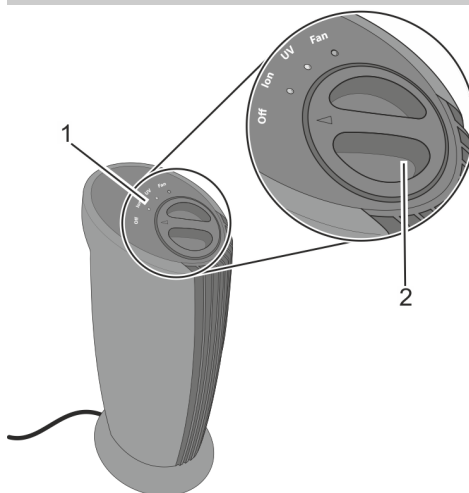

Fig. 3: Arrêt-marche des différentes fonctions
Cet appareil est équipé d'un générateur d'ions, d'une lampe UV-C et d'un ventilateur. Le commutateur rotatif (Fig. 3/2) permet la mise en marche successive des fonctions suivantes :
1. Mettez le commutateur rotatif (Fig. 3/2) du panneau de commande (Fig. 3/1) en position "Ion" pour mettre l'appareil en marche.
2. Mettez le commutateur rotatif (Fig. 3/2) du panneau de commande (Fig. 3/1) en position "UV" pour allumer la lampe UV-C.
3. Mettez le commutateur rotatif (Fig. 3/2) du panneau de commande (Fig. 3/1) en position "Fan" pour augmenter l'efficacité du purificateur d'air.
Pour éteindre l'appareil, mettez le commutateur rotatif (Fig. 3/2) du panneau de commande (Fig. 3/1) en position "Off".